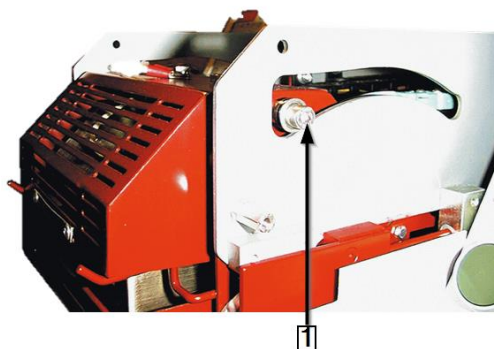

Abb. 61 : Ložisková skrutka ohrievacieho prvku
- Ohrievaciu komoru potiahnite ešte viac vpred, až kým nebude celkom vpred. Ako je zobrazené v rámci Abb. 61, strana 97.
- Odstráňte ložiskovú skrutku (1) a odmontujte ložiskovú zostavu na ložiskovej skrutke (1).